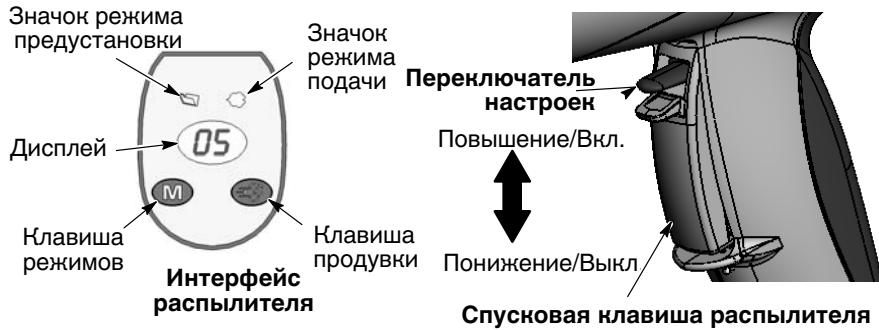

Рис. 4-3 Органы управления распылителем
- См. рис. 4-3. Отпустить спусковую клавишу распылителя. Предустановки не могут переключаться, пока активирован распылитель.
- См. рис. 4-3. Нажимать клавишу **Режим**, пока не высветится значок **Режим подачи**.
- См. рис. 4-3. Направить распылитель в камеру и отпустить спусковую клавишу распылителя.